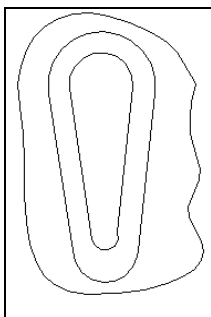

Рис. 5.33. Эскиз 1, построенный с помощью кнопки **Непрерывный ввод объектов**
- ◆ щелкните ЛК мыши по кнопке **NURBS-кривая** и постройте любую кривую вокруг построенного чертежа. У вас должно получиться, как на рис. 5.33.